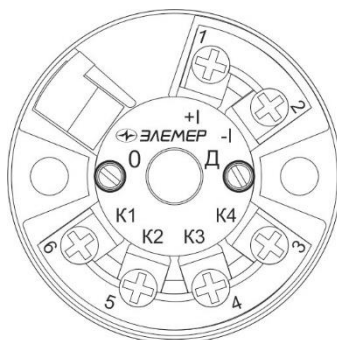

Рисунок 2.5
2.3.2 Под крышкой головки корпуса ТПУ-205, на передней панели ИП (рисунок 2.5) расположены: